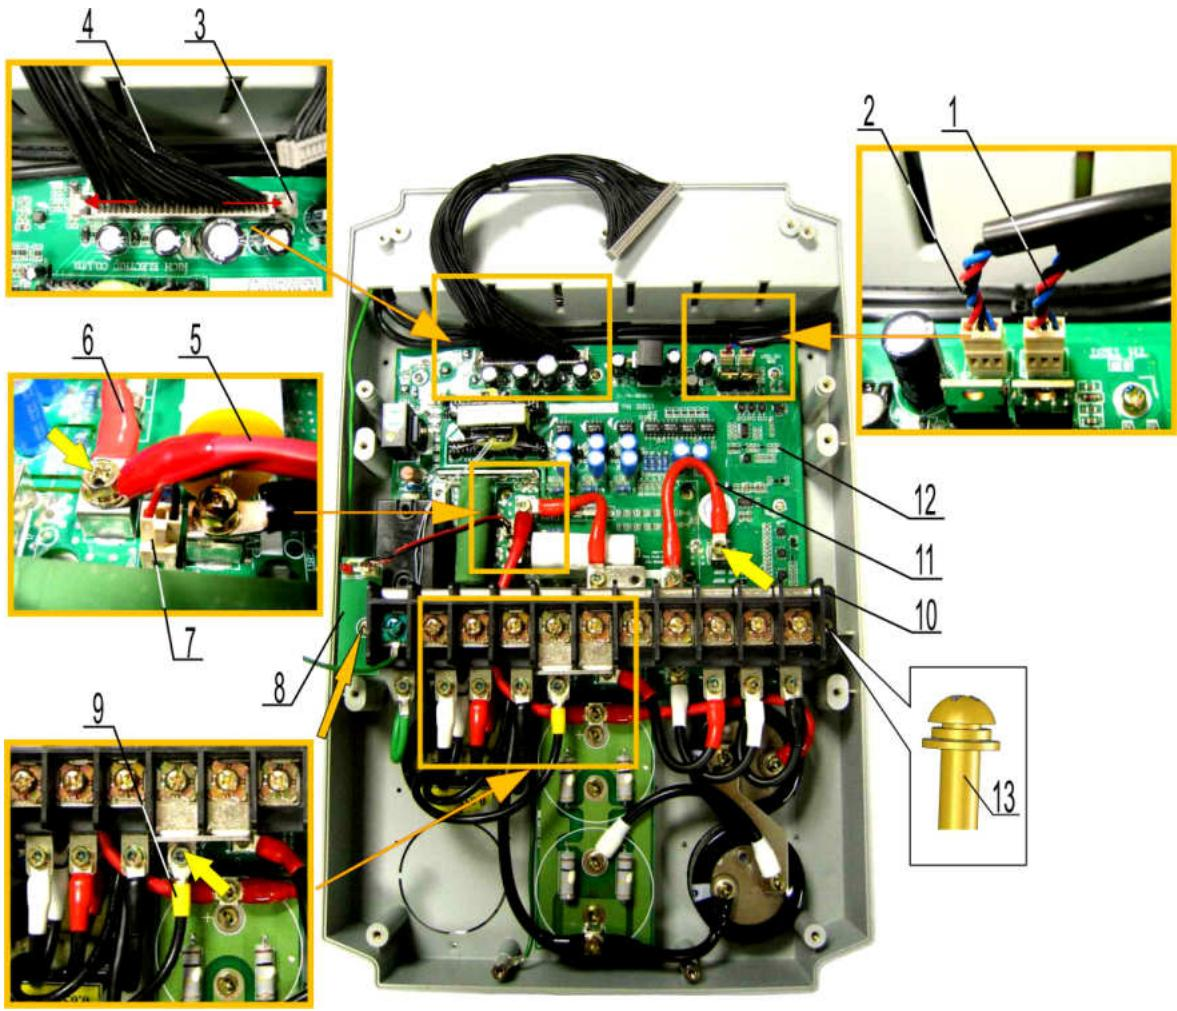

Рис. 6.7
6.6.1. Отсоединить поочерёдно трёхконтактные розетки 1 и 2 кабелей вентиляторов от разъёмов на плате (рис. 6.7).
6.6.2. Отжать в стороны боковые фиксаторы разъёма 3 на плате драйверов 12. Отсоединить жгут 4 (рис. 6.7). Положить жгут в тару.
6.6.4. Открутить винт крепления провода 11. Снять с клеммы наконечник провода 11 (рис.6.7). Положить винт в тару.
6.6.5. Отсоединить трёхконтактную розетку провода 7 от разъёма на плате (рис. 6.7).
6.6.6. Открутить винт крепления провода 9 (рис. 6.7). Снять с клеммника наконечник провода. Положить винт в тару.
6.6.7. Открутить два винта 13 крепления клеммника 10 и платы светодиода 8 (рис. 6.7). Положить винты в тару.
Обозначения на рис. 6.7:
Значения стрелок на рис. 6.7:
6.6.8. Повернуть клеммник 10 (рис. 6.7) на себя, как показано на рис. 6.8.